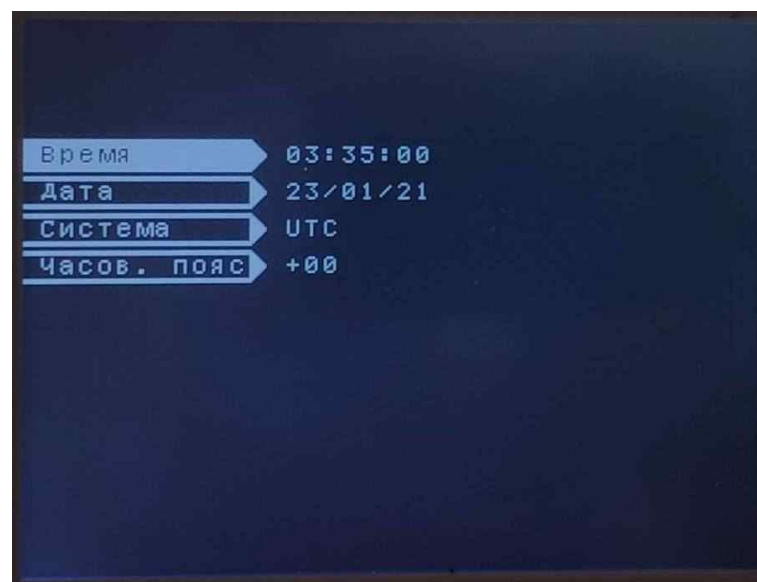

Рисунок 23 – Розділ «Дата і час»
4. «Дата і час» - розділ призначений для встановлення дати і часу: «ОПІОН» АПК RX (див. рисунок 23).